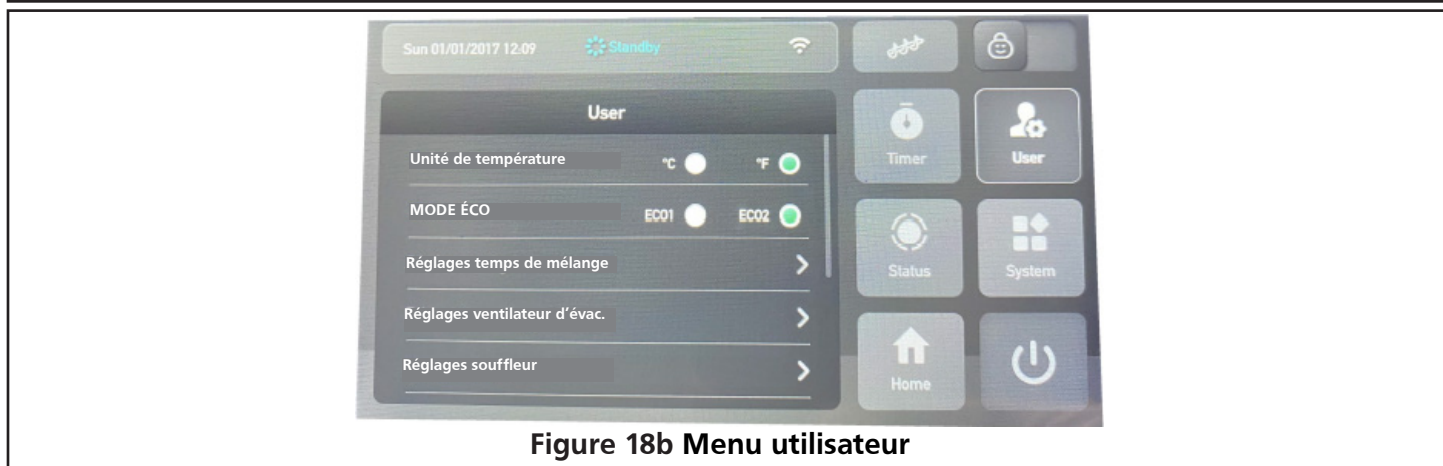

Figure 18b Menu utilisateur
- Appuyez sur pour accéder au menu des paramètres utilisateur (Figure 18b).